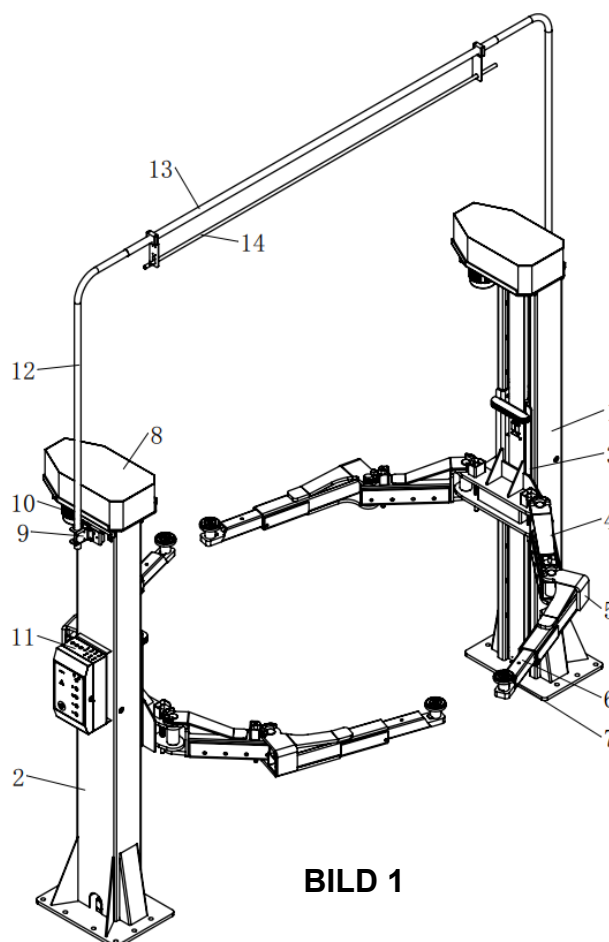

BILD 1
2. När hålen har borrats (se bild 1 nedan), avlägsna smuts och damm från hålen. Kontrollera att pelarna står på rätt plats.
- 6) Montera pelarskydden (12-14, bild 1).